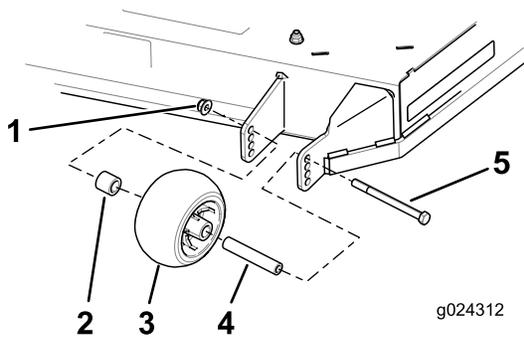

Figura 23
3. Retire la tuerca con arandela prensada, el rodillo protector de césped y el perno de la abrazadera (**Figura 23**).
- Alinee el perno y el rodillo protector del césped con el taladro del soporte que corresponda a la posición de altura de corte más próxima (Figura 23).
- Introduzca el perno en el taladro del soporte y sujete el perno y el rodillo protector del césped con la tuerca con arandela prensada (Figura 23).